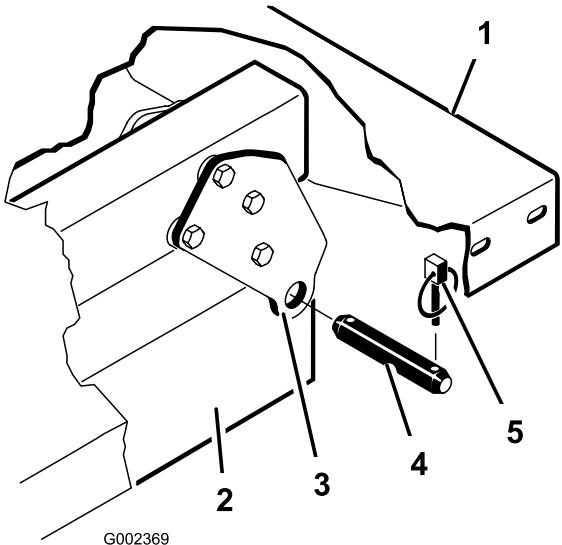

図 4
4. ピボット・ブラケットをフレームに固定しているリンチピンとクレビスピンドルを外す(図 4)。